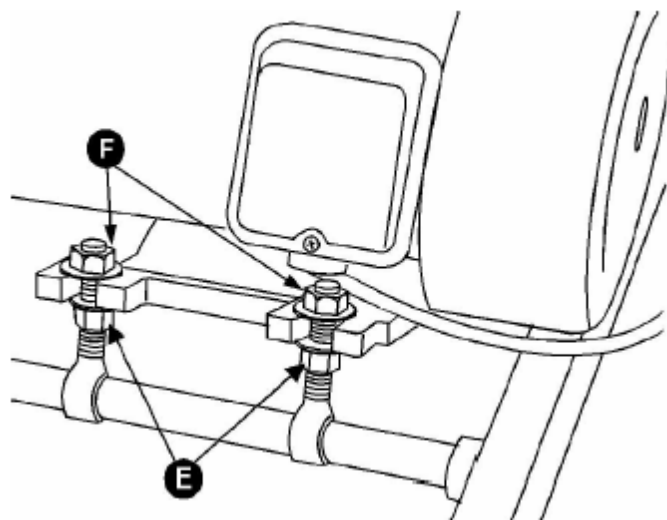

Рис. 11
3. При необходимости в регулировке натяжения ремня ослабить пару гаек (рис. 11, Е и F) и вращением другой пары поднимать или опускать плиту двигателя, затем вновь затянуть гайки.